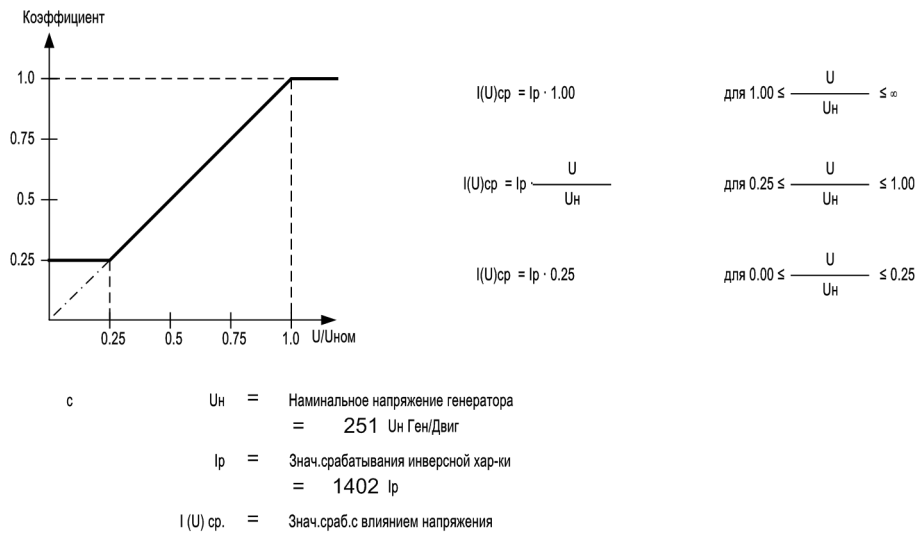

Рисунок 2-16 Зависимость значения пуска от значения напряжения
- **С торможением напряжения:** пороговое значение пуска защиты зависит от уровня напряжения; пониженное значение напряжения уменьшает и значение тока срабатывания защиты (см. рис.2-16). Линейная прямо пропорциональная зависимость реализуется в области между  $U / U_H = 1.00$  и  $0.25$ . Соответственно, Применимо следующее: